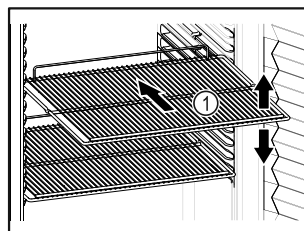

Fig. 30 Vejledende illustration
- ☐ Tilpas højden, når bæreristene Fig. 30 (1) kan flyttes.